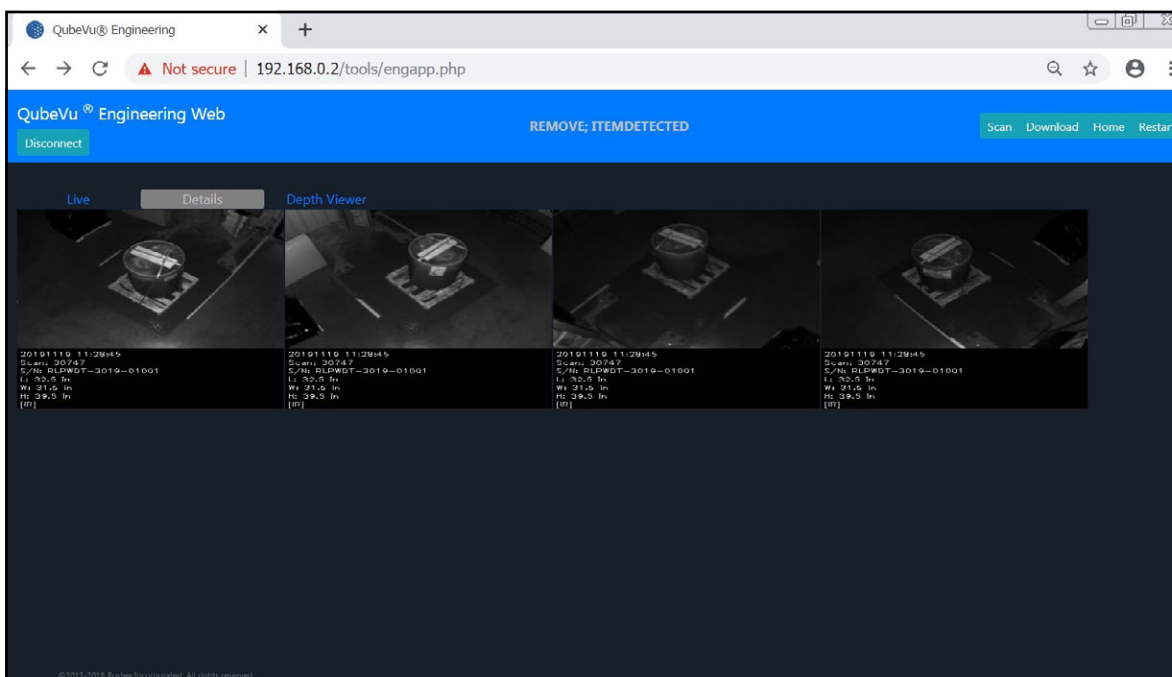

Figure 12-1. Engineering Application
**REMARQUE :** **Connect** est situé au même endroit que **Disconnect**. La **Figure 12-1** n'est qu'une illustration.
**REMARQUE :** il se peut que **Details** ne soit pas disponible avant que le dispositif détecte un objet. La **Figure 12-1** n'est qu'une illustration.